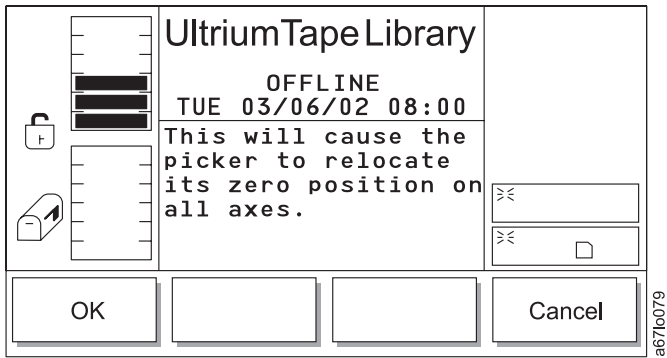

Abbildung 179. Dialog für Ausgangsposition
- Wird **Home** ausgewählt, erscheint der Dialog für Ausgangsposition (siehe Abb. 179 auf Seite 193).
Tabelle 128. Übersetzung von Abb. 179, Dialog für Ausgangsposition